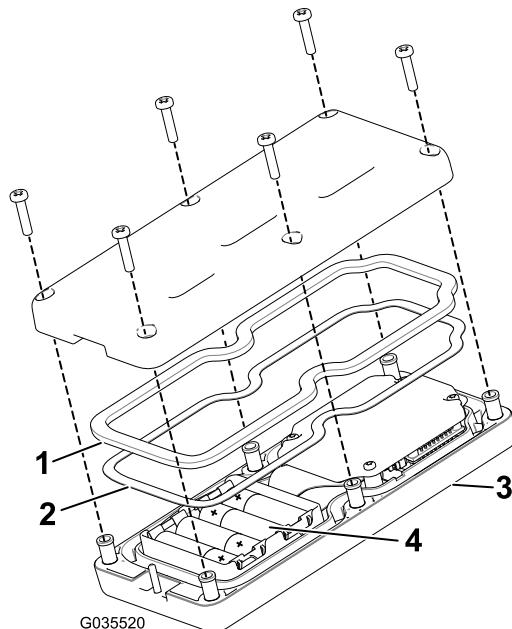

Рисунок 24
Примечание: Если батарейки будут установлены неправильно, пульт не будет поврежден, но и не будет работать. В гнезде имеется тиснение с обозначениями полярности каждой клеммы (Рисунок 24).
уплотнение находятся в канавке пульта дистанционного управления (Рисунок 24).
- Закрепите крышку 6 винтами (Рисунок 24) и затяните их с моментом 1,5–1,7 Н·м.